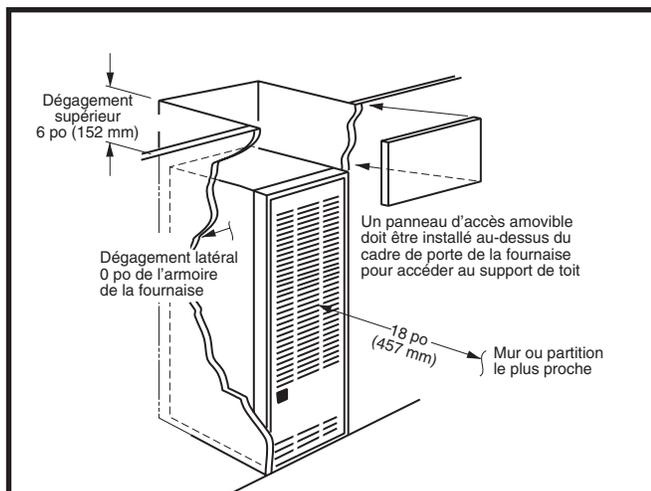
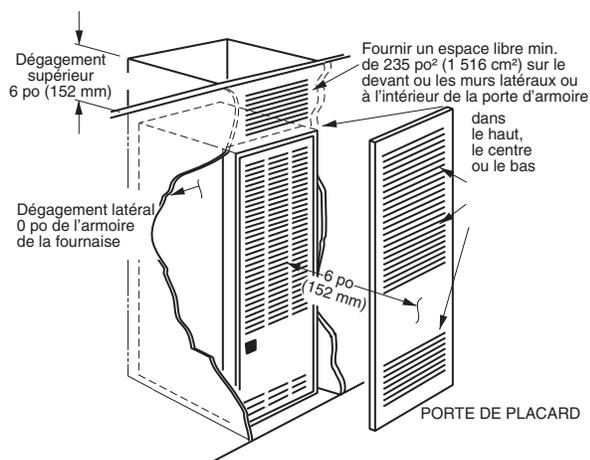
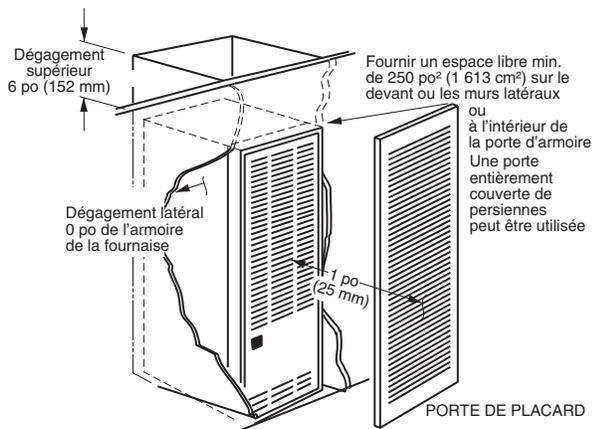

Figure 1. Installation dans une alcôve
Figure 2. Installations de placard
Figure 3. Dégagement spécial de 2,5 cm
Cet appareil de chauffage doit être installé avec un dégagement au moins égal aux minimums spécifiés dans le Tableau 1, \(page 5\). Cette fournaise doit être installée avec un dégagement amplement suffisant pour permettre un accès facile au filtre à air, à l'ensemble du souffleur, à l'ensemble du brûleur, aux commandes et aux branchements d'aération. Voyez la Figure 1, Figure 2 et la Figure 3 \(page 5\).
- Les dimensions de la pièce ou de l'alcôve doivent convenir à la taille complète des dégagements de la fournaise et de l'installation spécifiés dans le Tableau 1, (page 5) et dans la Figure 1 (page 5).